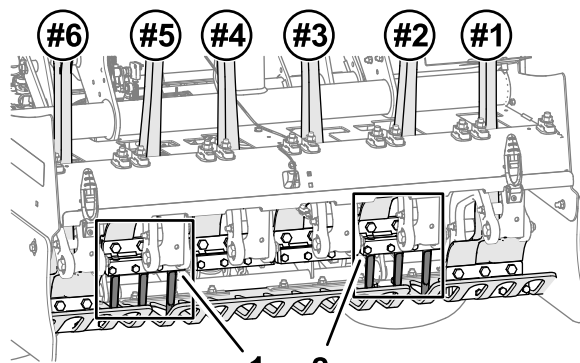
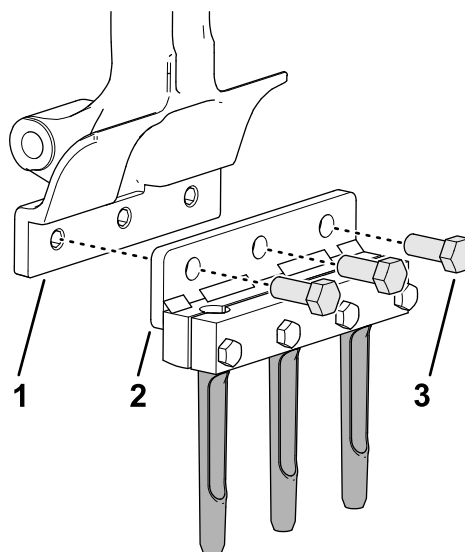

図 42
図 43
1. No. 2 タインアームにタインホルダーとタインを取り付ける 図 42 と 図 43 ボルト $\frac{1}{2}$ x $1\frac{1}{4}$ " 3 本を使用する。